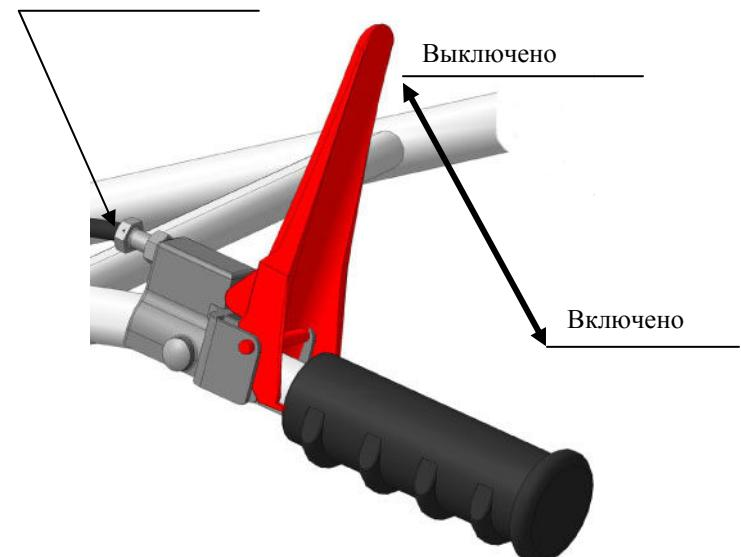

Рис. 5 Ручка в комплекте с тросом (Рычаг сцепления).
- 6.3 Проверить натяжение ремня , а в случае необходимости отрегулировать. Для чего снять защитный кожух клинового ремня. Включить рычаг сцепление, т.е. ручку привести в нижнее положение и проверить контрольный размер «A»=65-70 мм. При необходимости установить контрольный размер «A» регулировочным винтом на рычаге сцепления. При невозможности установки контрольного размера регулировочным винтом выбрать слабину ремня перемещением двигателя на несущей раме. (Рис.1, Рис.3, Рис.5)
- положение рычага сцепления (в верхнем положении). (Рис.5)
- 8.5. Плавно перевести рычаг сцепления из положения «выключено» в положение «включено» и начать движение. (Рис.5)
- выключить сцепление. (Рис.5)